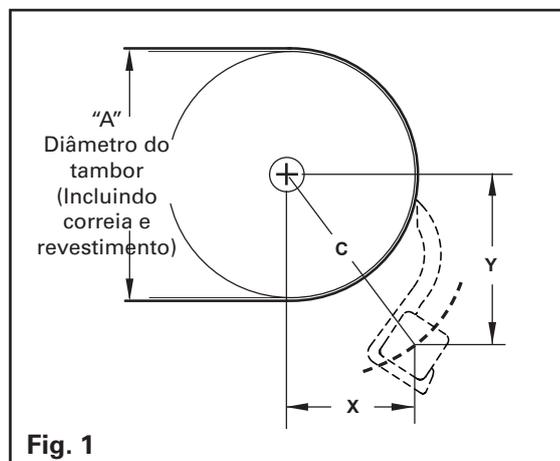

Fig. 1
1. Meça o diâmetro do tambor (A), incluindo revestimento e correia (Fig. 1).
2. Localize o diâmetro geral do tambor que correspondente da forma mais aproximada ao seu no gráfico A e use as dimensões X, Y e C para localizar a posição do centro da barra do raspador (Fig. 1).
3. Teste o encaixe do FGP-ES com a lâmina posicionada de acordo com a Fig. 1. Estabeleça posições de placa de montagem aceitáveis em cada lado do transportador, prenda no lugar com braçadeiras se necessário e marque os furos para furar. Um mínimo de 3 parafusos de montagem é necessário para cada placa de montagem. Fure furos de montagem e monte o FGP-ES em posição conforme descrito na Seção 4 - Instruções de instalação.
3. A partir do centro do eixo do tambor meça a distância da dimensão Y e sinalize na estrutura (Fig. 1).
4. Da sinalização da localização Y, meça a partir do tambor a distância da dimensão X e sinalize essa posição. Essa será a localização do centro da barra (Fig. 1). Meça a dimensão c para verificar se está correta.